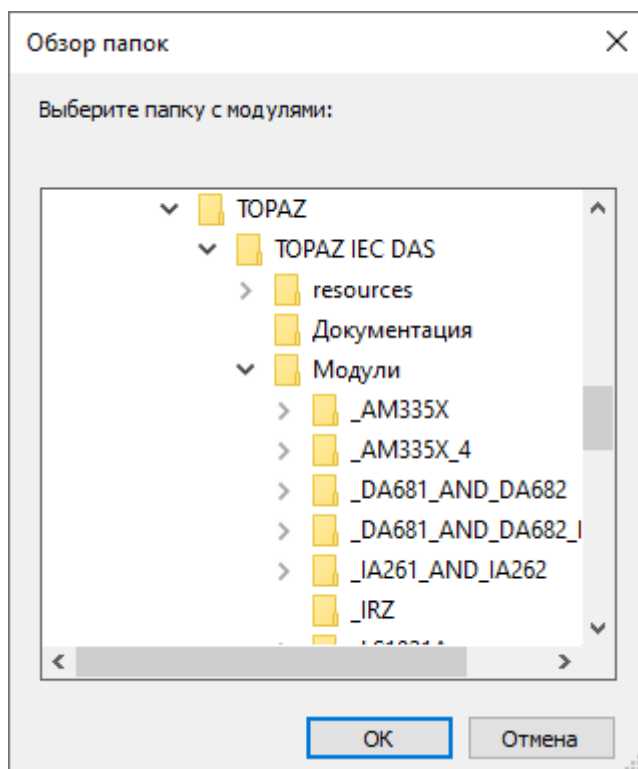

Рисунок 3.2 Диалоговое окно для выбора папки с модулями
6. *Панель пути к модулям* - содержит поле для ввода текста, позволяющее задавать директорию с модулями или выбирать директорию после нажатия на клавишу "Обзор" (см. рисунок 3.2). По-умолчанию задается стандартная директория с модулями, и в большинстве случаев менять ее нет необходимости;